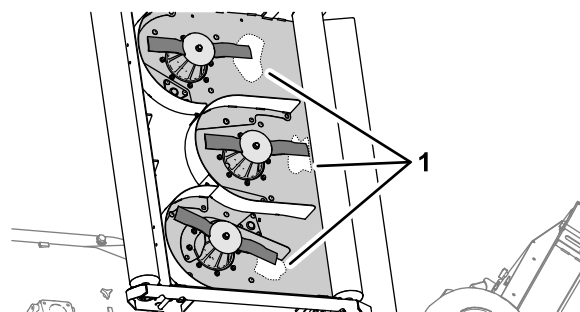

Figure 71
2. Nettoyez la surface inférieure du plateau de coupe adjacente au bord de coupe, à l'arrière de la lame (Figure 71).